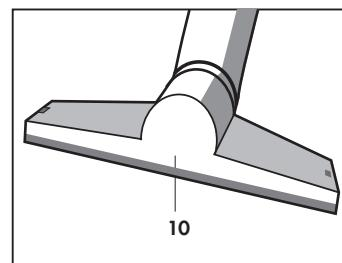

Abb. 13
- Diese Bürste besteht aus einem Universalteil (10) (**Abb. 13**), das je nach Bedarf, mit folgenden Teilen ausgestattet wird: